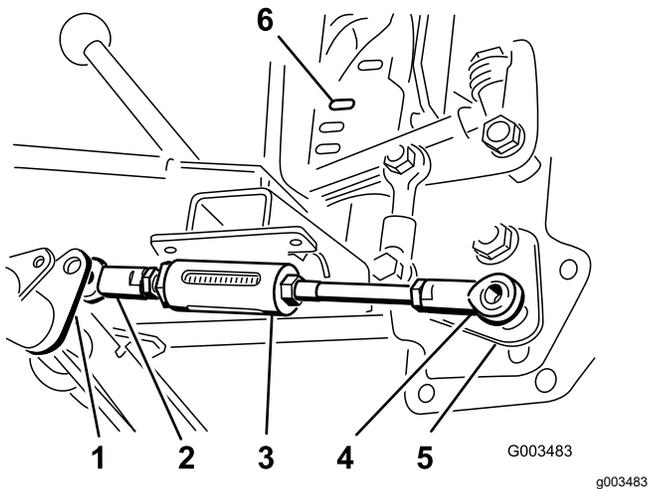

图 7
1. 将可调杆总成短端的球窝接头放置在枢轴管上可调杆的右侧图 7。
3. 将球窝接头放置在可调杆总成长端升降手柄总成底部的螺柱上并用锁紧螺母 1/2 英寸松散地固定图 7。